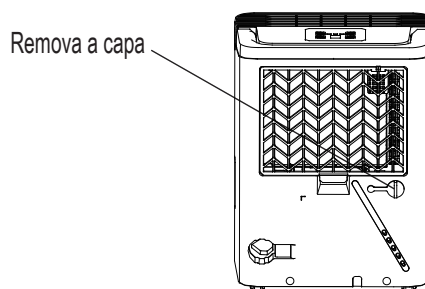
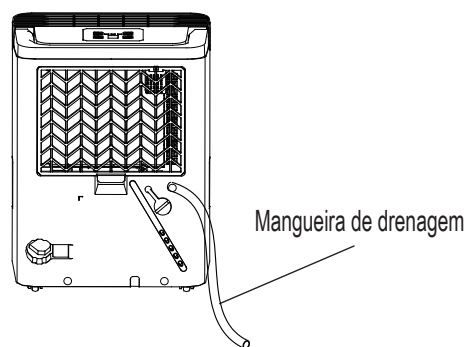

Fig. 8
Fig. 9
- Remova a tampa de borracha da saída da mangueira de drenagem posterior. Prenda uma mangueira de drenagem (ID = 13,5 mm) e leve-a até ao ralo do piso ou até uma instalação de drenagem adequada (veja Fig.8 e Fig.9).